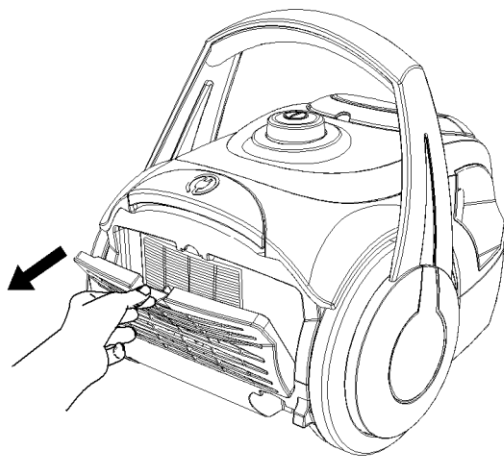

Fig. 6
- Ouvrir la grille de sortie d'air pour atteindre le filtre (Fig 6).